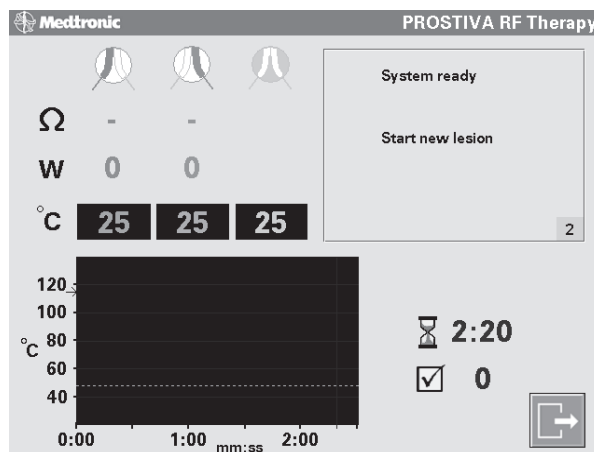

Figura 4-11. Conferma di visualizzazione del messaggio "System Ready" (sistema pronto) sullo schermo
3. Verificare che sullo schermo sia visualizzato il messaggio "System Ready" (sistema pronto) (Figura 4-11).